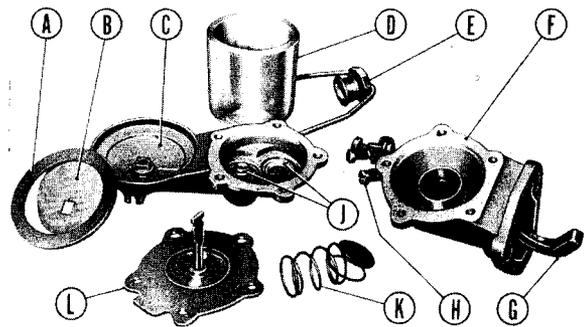

Fig. 20
- 1° Placer le joint et le ressort du diaphragme dans le corps de pompe (fig. 20).